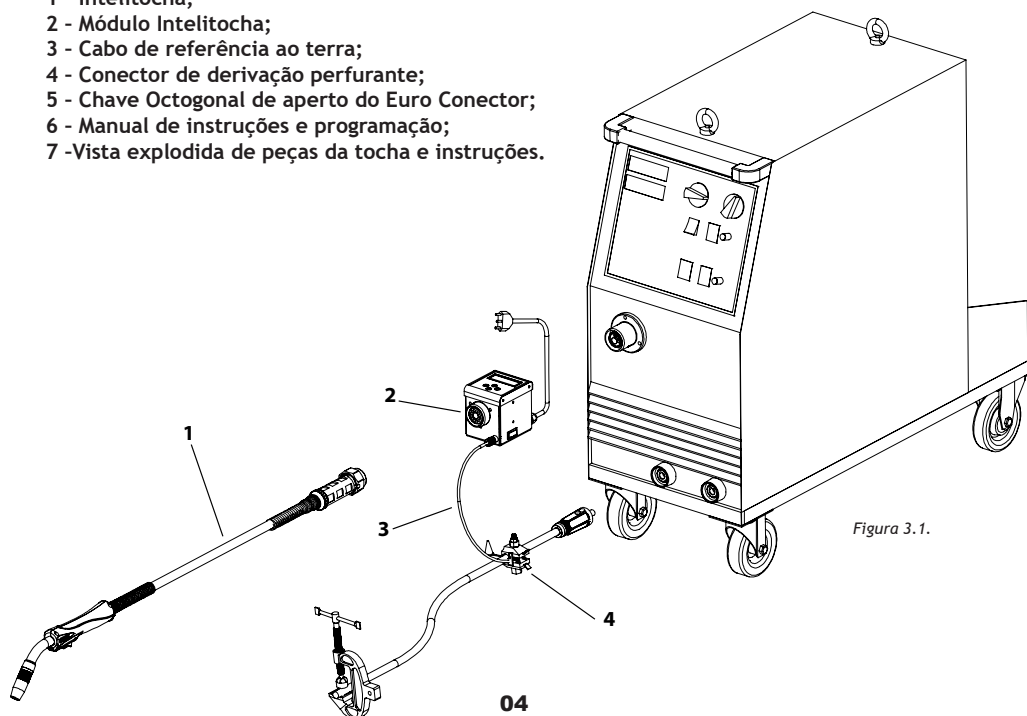

Figura 3.1.
A Intelitocha SUMIG foi projetada para ser adaptada a qualquer equipamento de solda MIG / MAG com conexão Euro Conector. Proceda a sequencia a seguir observando a Figura 3.1 para correta instalação.
C4) Conecte a outra extremidade do cabo de referência (3) ao módulo Intelitocha (2) conforme a Figura 3.1.